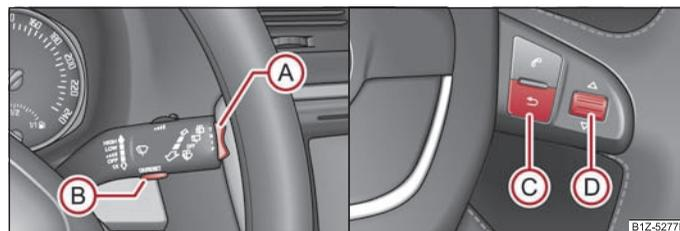

Fig. 19 Indicateur multifonctions: Éléments de commande sur la manette des essuie-glaces / éléments de commande sur le volant multifonctions
La modification de la mémoire se fait au moyen de la touche **(B)** ⇒ fig. 19 sur la manette des essuie-glaces ou à l'aide de la touche **(D)** sur le volant multifonctions* ⇒ fig. 19.
L'interrupteur **(A)** et la touche **(B)** se trouvent dans la poignée de la manette des essuie-glaces ⇒ fig. 19. Les modifications et la remise à zéro se font au moyen de la molette **(C)** ⇒ fig. 19 sur le volant multifonctions.
Un symbole représentant un flocon de neige (signal d'avertissement contre le verglas) apparaît si la température extérieure descend en-dessous de + 4°C et un signal retentit. Après avoir appuyé sur l'interrupteur **(A)** de la manette des essuie-glaces ⇒ page 20, fig. 19 ou sur la touche **(C)** du volant multifonctions ⇒ page 20, fig. 19 la fonction représentée est celle qui a été affichée en dernier.
La durée du trajet depuis le dernier effacement de la mémoire apparaît sur le visuel. Si vous souhaitez calculer la durée du trajet à partir d'un moment bien précis, vous devez remettre la mémoire à zéro à ce moment-là, en appuyant sur la touche **(B)** de la manette des essuie-glaces ⇒ page 20, fig. 19 ou sur la molette **(D)** du volant multifonctions* ⇒ page 20, fig. 19 pendant plus d'1 seconde.
Si vous souhaitez calculer la consommation moyenne de carburant pour une période précise, vous devez remettre la mémoire à zéro au début de la mesure, au moyen de la touche **(B)** de la manette des essuie-glaces ⇒ page 20, fig. 19 ou au moyen de la ►
molette **(D)** du volant multifonctions* ⇒ page 20, fig. 19. Après l'effacement des traits apparaissent sur le visuel durant les 100 premiers mètres.
Le trajet parcouru depuis le dernier effacement de la mémoire apparaît sur le visuel ⇒ page 20. Si vous souhaitez calculer le trajet parcouru à partir d'un moment bien précis, vous devez remettre la mémoire à zéro à ce moment-là, en appuyant sur la touche **(B)** de la manette des essuie-glaces ⇒ page 20, fig. 19 ou sur la molette **(D)** du volant multifonctions* ⇒ page 20, fig. 19.
La vitesse moyenne en km/h depuis le dernier effacement de la mémoire apparaît sur le visuel ⇒ page 20. Si vous souhaitez calculer la vitesse moyenne pour une période précise, vous devez remettre la mémoire à zéro au début de la mesure, au moyen de la touche **(B)** de la manette des essuie-glaces ⇒ page 20, fig. 19 ou au moyen de la molette **(D)** du volant multifonctions* ⇒ page 20, fig. 19.
- Appuyez sur la touche **(B)** de la manette des essuie-glaces ⇒ page 20, fig. 19 ou sur la molette **(D)** du volant multifonctions* ⇒ page 20, fig. 19. **Speed warning 50 km/h (Alerte vitesse 50 km/h)** est affiché sur le visuel d'informations*.
Vous pouvez également régler la vitesse souhaitée par tranche de 5 km/h en appuyant sur la touche **(A)** de la manette des essuie-glaces ⇒ page 20, fig. 19 ou en faisant ▶
tourner la molette **(D)** sur le volant multifonctions* ⇒ page 20, fig. 19. Confirmez la vitesse réglée en appuyant sur la touche **(B)** de la manette des essuie-glaces ⇒ page 20, fig. 19 ou sur la molette **(D)** du volant multifonctions* ⇒ page 20, fig. 19.
Si maintenant vous dépassez la vitesse réglée, **Speed 50 km/h exceeded (Vitesse 50 km/h dépassée)** s'affiche sur le visuel. Ce message reste affiché tant que la vitesse ne descend pas sous la vitesse limitée réglée ou que le message n'est pas supprimé en appuyant sur la touche **(B)** de la manette des essuie-glaces ⇒ page 20, fig. 19 ou sur la molette **(D)** du volant multifonctions* ⇒ page 20, fig. 19.